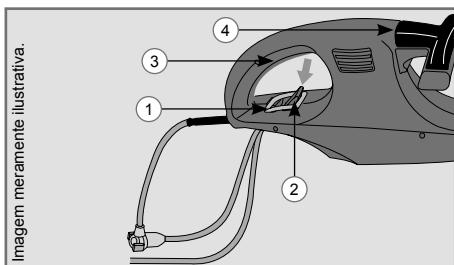

Fig. 1
- ✓ Dobre a extensão elétrica e passe pelo orifício (1) e em seguida encaixe na presilha (2) (Fig. 1).
- ✓ **Ligar** - Pressione a chave liga/desliga de duplo acionamento (3 e 4) (Fig. 1).